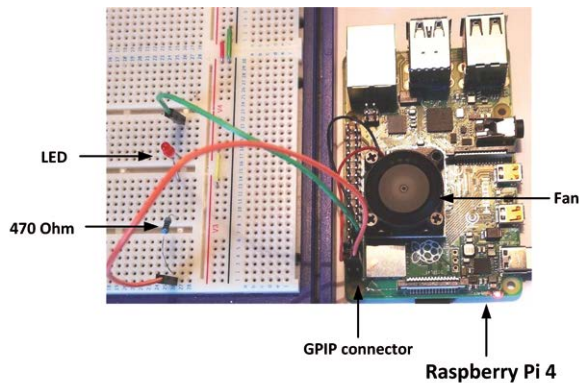

Figure 5.9 Circuit construit sur une planche à pain
- Connecter la LED à Raspberry Pi comme indiqué sur la figure 5.4. Le circuit a été construit sur une planche à pain et connecté au connecteur GPIO Raspberry Pi en utilisant des fils de cavalier comme indiqué dans la figure 5.9.